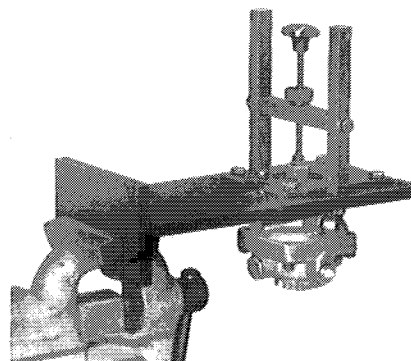

Abb. 3
c) Bei Geräten ohne eigene Betätigung wird die Überwurfmutter M 22 x 1,5 als Druckstück aufgesetzt. (siehe Abb. 3)